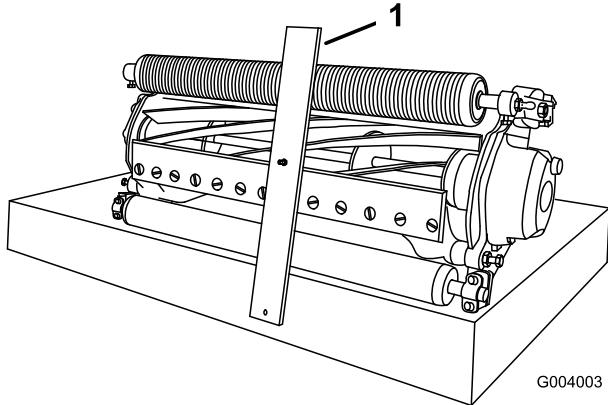

**Figura 9**
2. Desaperte a porca da barra indicadora (Figura 9) e regule o parafuso de ajuste para a altura de corte desejada. A altura de corte corresponde à distância entre a parte inferior da cabeça do parafuso e a superfície da barra.